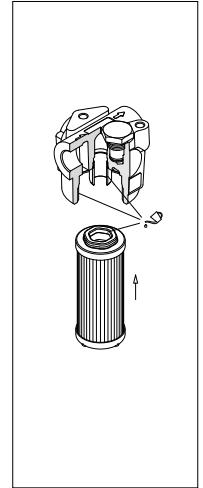

fig. 18
- (Fig. 18) Lubrificare con il fluido di lavoro lo Hex Ring dell'elemento filtrante, il codolo e la sede della testata, quindi calzare l'elemento filtrante sul codolo. Prestare attenzione a non danneggiare la guarnizione Hex Ring